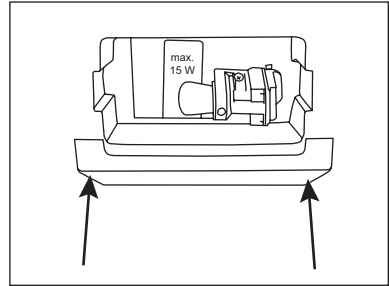

fig. 7
2. Demonteer het beschermkapje (fig. 7). Klem het beschermkapje samen zodat deze loskomt van de twee clips.